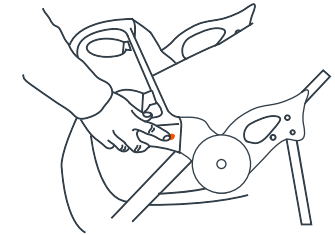

Fig. 13a
**13)** • Pour ouvrir le plateau enfant: appuyez sur le bouton de déblocage du support du plateau et pivoter le plateau en haut et vers la gauche (Fig. 13a).